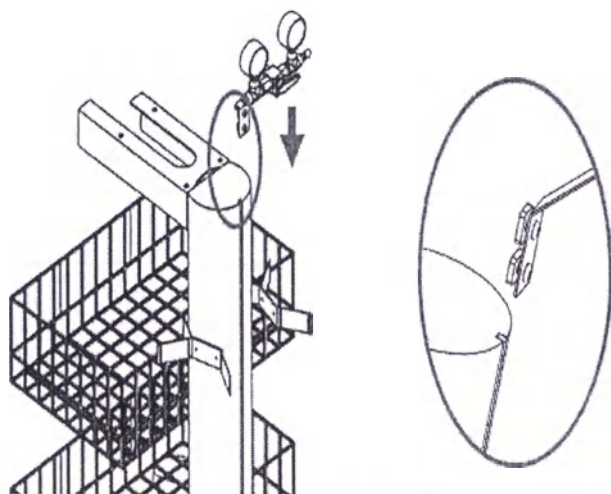

Рис. 4.6. Прикрепление клапана iFS-VALVE1 к тележке iCart
- Вставьте входящие в комплект врезные гайки кронштейна клапана в заднюю направляющую и затяните их на нужной высоте. См. рис. 4.6 ниже.